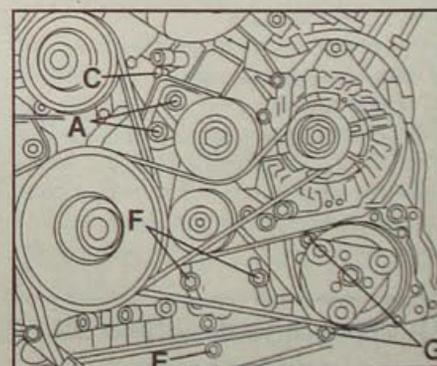

Рис. 15.4. Расположение болтов крепления элементов натяжения ремней привода вспомогательного оборудования:
- Ослабьте два болта (А, рис. 15.4) крепления натяжного ролика ремня привода генератора.
- Ослабьте два болта (F) крепления натяжного ролика ремня привода компрессора системы кондиционирования воздуха.